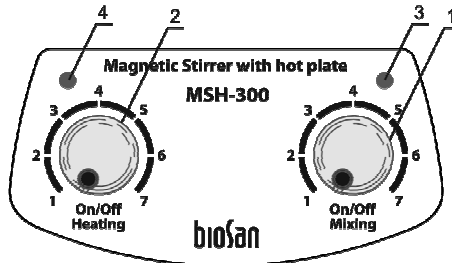

Abb. 2 Steuerung
- 4.3. Schalten Sie mit dem Knopf **Mixing** (Mischen) (Abb. 2/1) den Mischmodus auf **On** (Ein) und stellen Sie die gewünschte Geschwindigkeit ein. Die Helligkeit der Mischanzeige (Abb. 2/3) nimmt bei höheren eingestellten Geschwindigkeiten zu.
- 4.4. Schalten Sie mit dem Knopf **Heating** (Heizen) (Abb. 2/2) die Heizung auf **On** (Ein) (die Heizanzeige (Abb. 2/4) leuchtet auf) und stellen Sie die gewünschte Temperatur ein. Die Heizanzeige leuchtet auf, bis die eingestellten Temperatur erreicht ist, und beginnt zu blinken, sobald die eingestellte Temperatur erreicht ist.